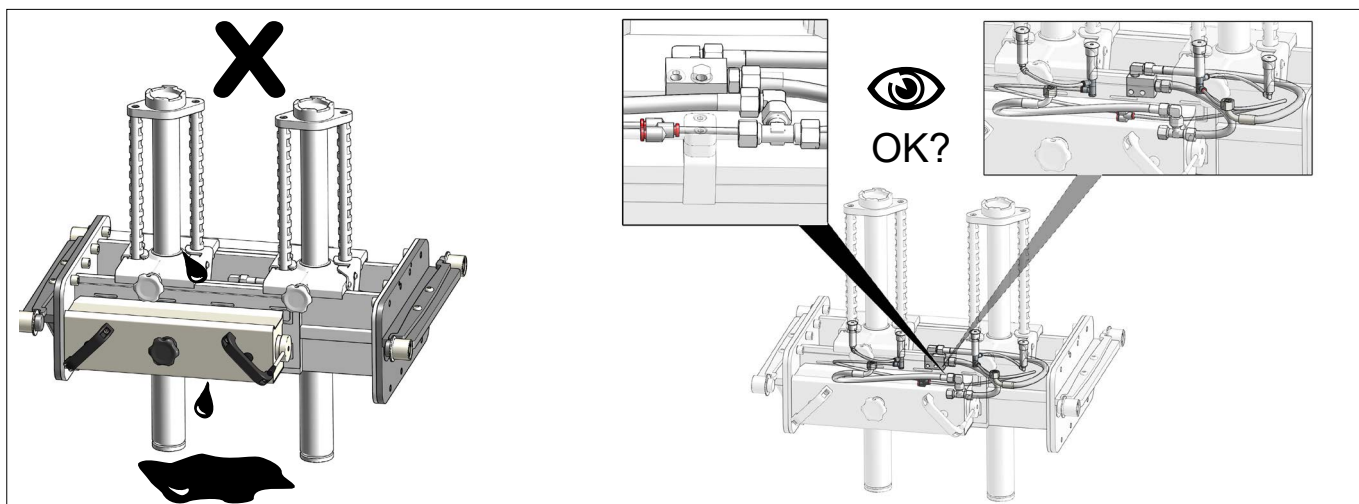

Fig.48
- Slanger, cylindre og pumpe for utætheder (Fig. 48)
- Hoses, cylinder and pump unit for leaks (Fig. 48)
- Dichtigkeit von Schläuchen, Zylinder und Pumpe (Fig. 48)
- Flexibles, cylindre et pompe pour les fuites (Fig. 48)
- Slangar, eventuellt läckage från cylinder och pumpenhet (Fig. 48)
- Letkut, sylinterin ja pumpun vuodot (Fig. 48)
- Slangen, cilinder en pompeenheid op lekken (Fig.48)
- Fugas en la unidad de la bomba, el cilindro y las mangueras (Fig.48)
- На предмет герметичности шлангов, цилиндра и насосного агрегата (Fig.48)
- Perdite dei tubi, dei cilindri e dell'unità di pompaggio (Fig.48)